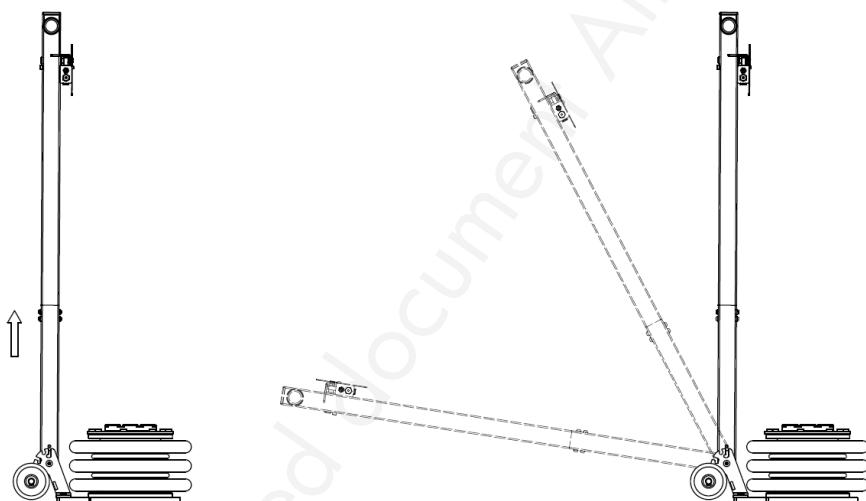

Figure 6
1. (PBK302L) Installation du levier : Tirez le levier vers le haut pour faire sortir la goupille au bas de celle-ci de la rainure de limite (voir figure 6). Déplacez ensuite le levier vers le haut ou vers le bas pour l'insérer dans l'un des 3 engrenages (voir figure 6). Lorsque l'angle souhaité est atteint, appuyez sur le levier pour faire glisser la goupille dans la rainure de limite.
2. Utilisation du levier (modèle PBK302L): Tirez le levier vers le haut pour faire sortir la goupille de la rainure de limite, puis déplacez le levier vers le haut ou vers le bas pour le placer dans l'un des 3 engrenages (voir figure 6, à droite). Lorsque l'angle souhaité est atteint, appuyez sur le levier pour faire glisser la goupille dans la rainure de limite.